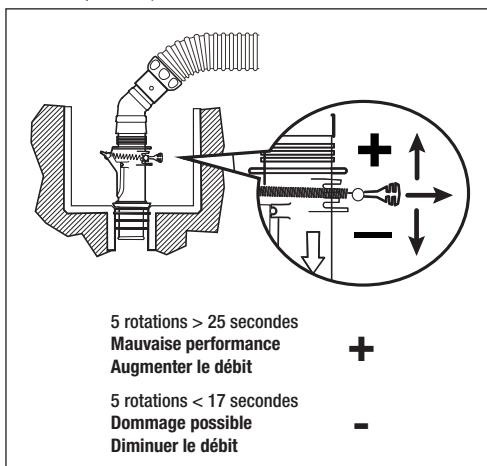

Figure 9. Réglage de la soupape FlowKeeper™
- Soupape Flowkeeper™ (f) au niveau de l'écumoire pour l'installation de l'écumoire (Figure 9).